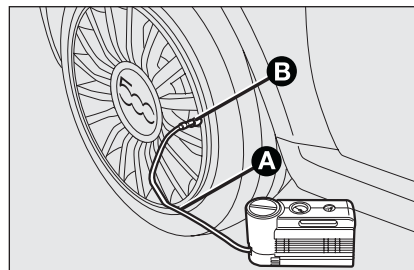

fig. 13
- ☐ **Serrer le frein à main.** Dévisser le capuchon de la soupape du pneu, extraire le flexible de remplissage **A-fig. 13** et visser la bague **B** sur la soupape du pneu;